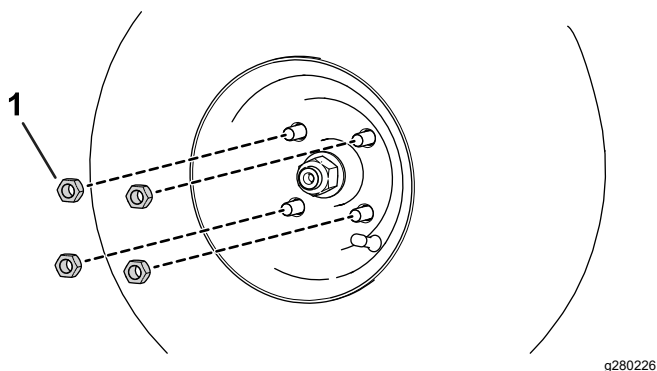

Figura 65
- A. Afloje y retire las tuercas de las ruedas (Figura 65).
- B. Instale las tuercas de las ruedas (Figura 65).